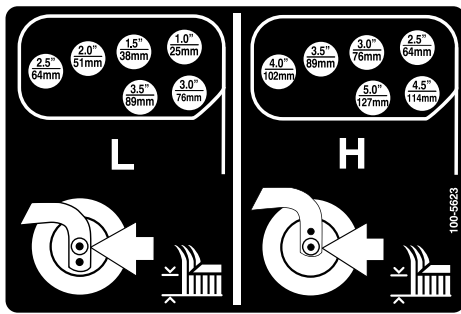

Bild 29
6. Drehen Sie die Spannstange, um den Gelenkarm anzuheben oder abzusenken, bis die Löcher mit den ausgewählten Löchern in der Schnitthöhenhalterung im Mähwerkrahmen ausgerichtet sind (**Bild 28** und **Bild 29**).